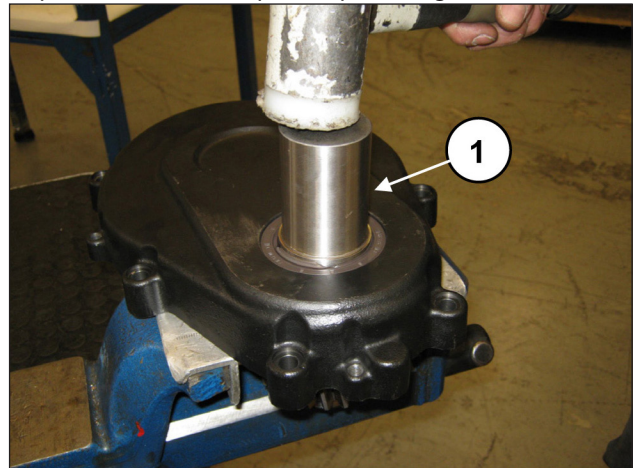

Fig. 8
Separe o pinhão da cobertura, agindo mediante o mecanismo de percussão no mesmo pinhão (pos. ①, Fig. 8).